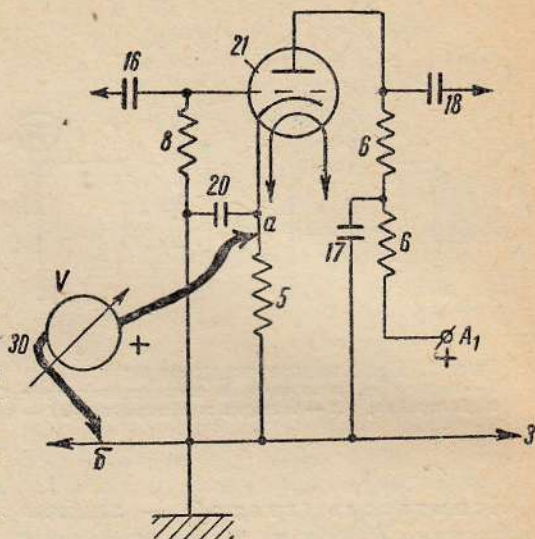

Рис. 3. Измерение напряжения смещения
2. Предположим, что мы хотим измерить напряжение смещения в одном из первых каскадов усилителя «УЗК-3» (рис. 3).